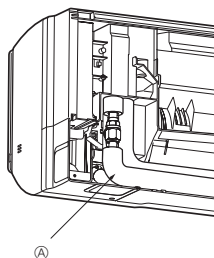

Fig. 3-6
- ##### Rohrleitungen rechts, links und hinten (Fig. 3-6)
3. Stellen Sie eine Schnellverbindung zur aufgeweiteten Öffnung in der Richtung, in der das L-förmige Anschlussrohr ④ herausgezogen wird, her.